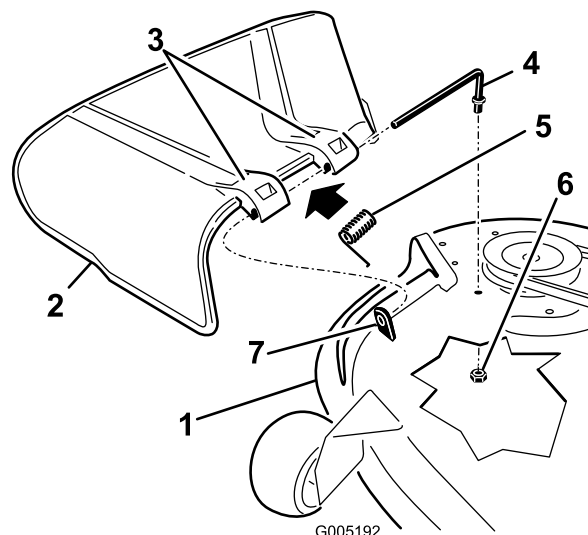

Figure 72
2. Sortez la tige de la courte cheville de positionnement, du ressort et du déflecteur d'herbe (Figure 72).
4. Remettez en place le déflecteur d'herbe (Figure 72).
7. Insérez la tige dans le deuxième support du déflecteur d'herbe (Figure 72).
9. Fixez l'extrémité arrière de la tige dans le plateau de coupe à l'aide d'un écrou (3/8"), comme montré à la Figure 72.
1. Retirez l'écrou (3/8") de la tige, sous le plateau de coupe (Figure 72).